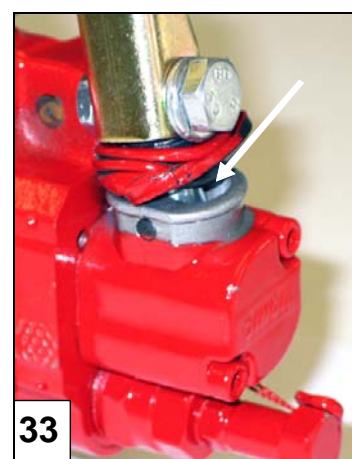

Bild 33. Skjutdon för sliden
7.11 Smörjning av ventilslidens skjutdon, bild 33